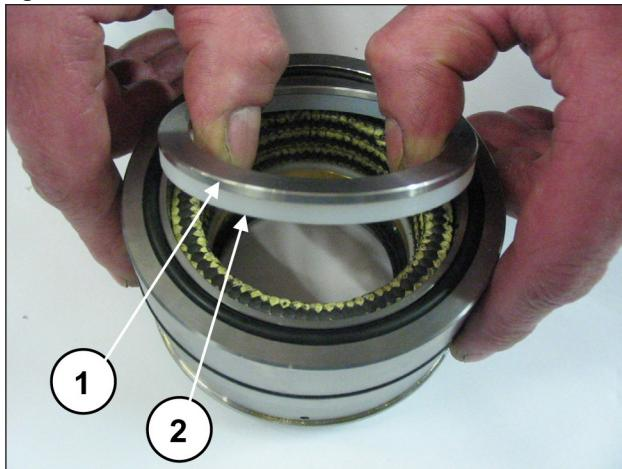
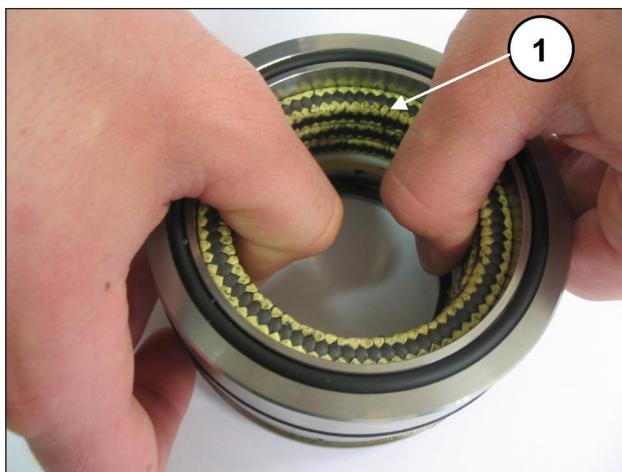

Fig. 166
Fig. 167
Séparer le support des joints de la chemise, déposer l'anneau pour ressort et le segment racleur (rep. ①②, Fig. 166) pour accéder aux garnitures mécanique d'étanchéité (rep. ①, Fig. 167).